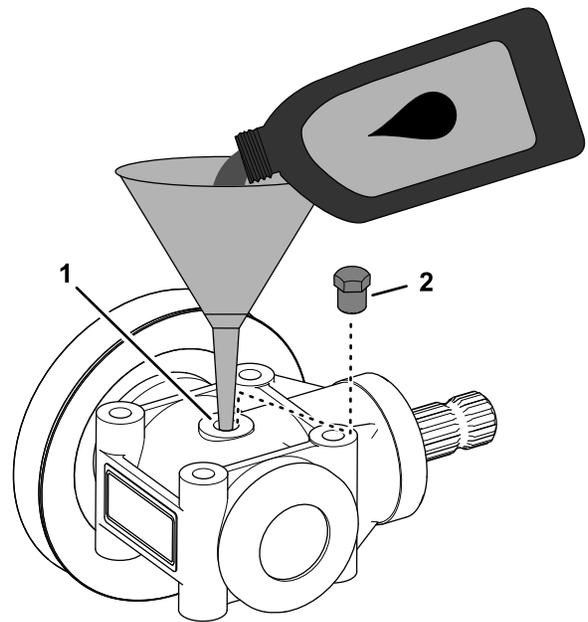

**Figura 118**
2. Retire los 4 pernos que sujetan la caja de engranajes de la carcasa de la segadora al soporte de la caja de engranajes (Figura 118).
1. Alinee los orificios en la caja de engranajes de la carcasa de la segadora con los orificios en el soporte de la caja de engranajes; consulte la Figura 118 en Retirada de la caja de engranajes (página 80).